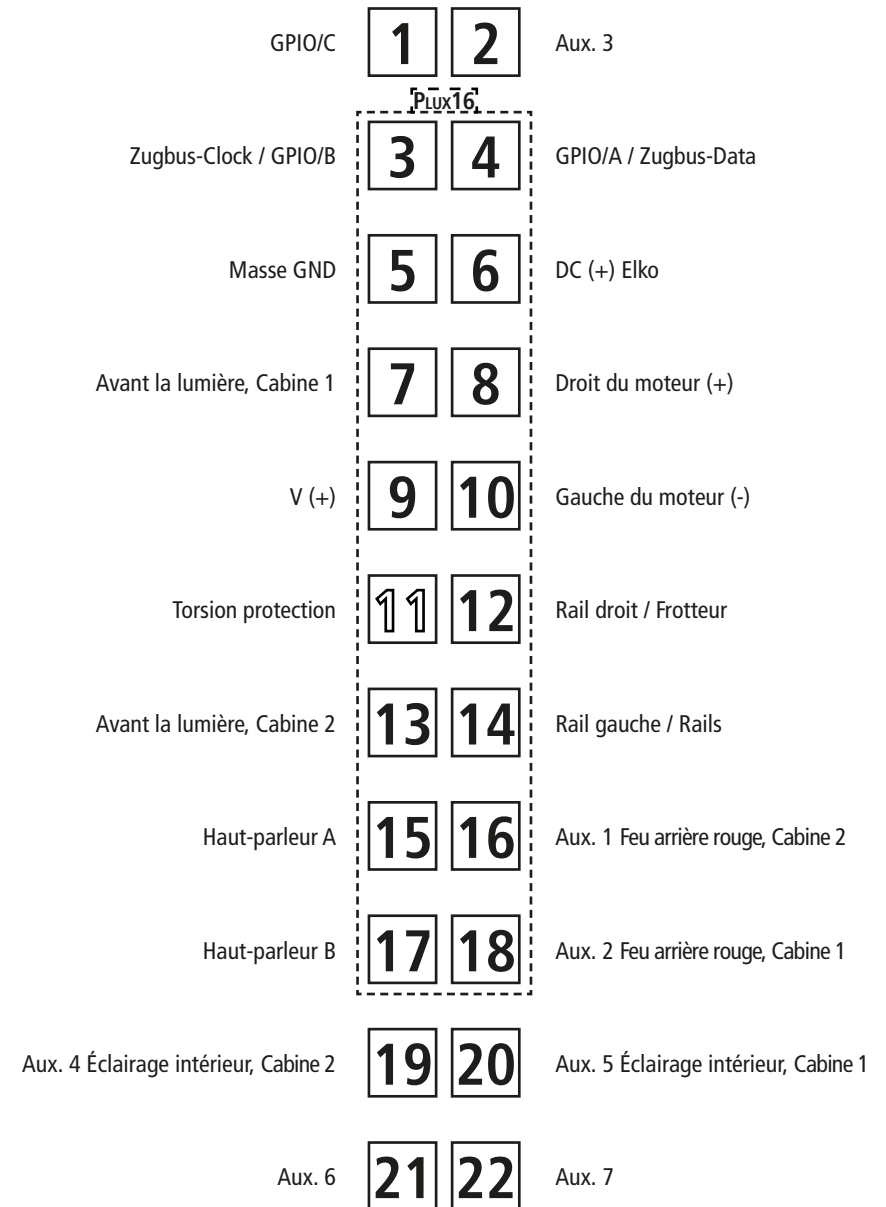
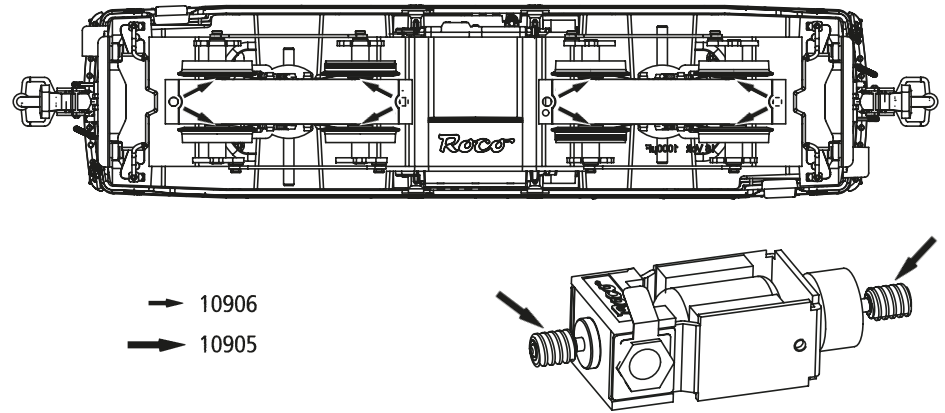

Fig. 5
Fig. 6
2. Haftreifenwechsel: Zuerst die Drehgestellblende sowie die Triebstangen abnehmen (Fig. 6). Danach den **Radsatz** herausnehmen und die **Haftreifen** mit einer Nadel od. mit einem feinen Schraubendreher abziehen (Fig. 5). Beim Aufziehen der neuen Haftreifen darauf achten, dass diese sich nicht verdrehen.
2. Change of traction tyre: Remove the bogie blind as well as the driving rod (fig. 6). Take out **wheel set** and remove **traction tyre** using a pin or a fine screwdriver (fig. 5). When pressing on the new traction tyre please **avoid twisting it**.
2. Échange des bandages d'adhérence: Démontez d'abord **les flancs de bogies** des engrenages ainsi que la tige de conduite (fig. 6). Délogez ensuite les essieux bandagés et enlevez, à l'aide d'une aiguille ou d'un tourne-vis fin, les bandages d'adhérence (fig. 5). Lors du montage des nouveaux bandages veuillez veiller à ce que les bandages **ne soient pas tor-dués**.